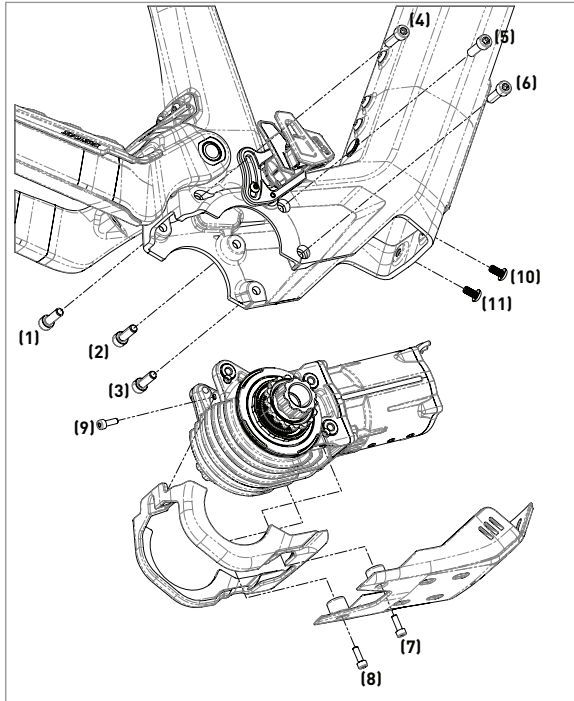

Figure 14
5. À l'aide d'une clé Torx T25, retirez la paire de vis avant (n° 10 et 11 dans la Fig. 14) fixant le capot sur le dessous du tube oblique. Les capots et le moteur peuvent être retirés ensemble. La dépose des capots du moteur est abordée dans la dernière étape de cette section.
6. Retirez les six vis de montage du moteur (n° 1 à 6 dans la Fig. 14) à l'aide d'un embout Torx T30 et d'une clé à douille. Attention : Le moteur est lourd et tombera dès que les vis le maintenant seront enlevées.
8. S'il le faut, séparez les capots du moteur à l'aide d'une clé hexagonale de 3 mm pour retirer les trois vis M4 (n° 7-9 dans la Fig. 14).
- Une fois le moteur aligné et les six vis de fixation légèrement vissées, serrez les vis n° 1 à 6 à 14 Nm chacune, dans l'ordre numérique indiqué dans la Fig. 14. Les vis du côté gauche doivent être serrées en premier et celles du côté droit en dernier.